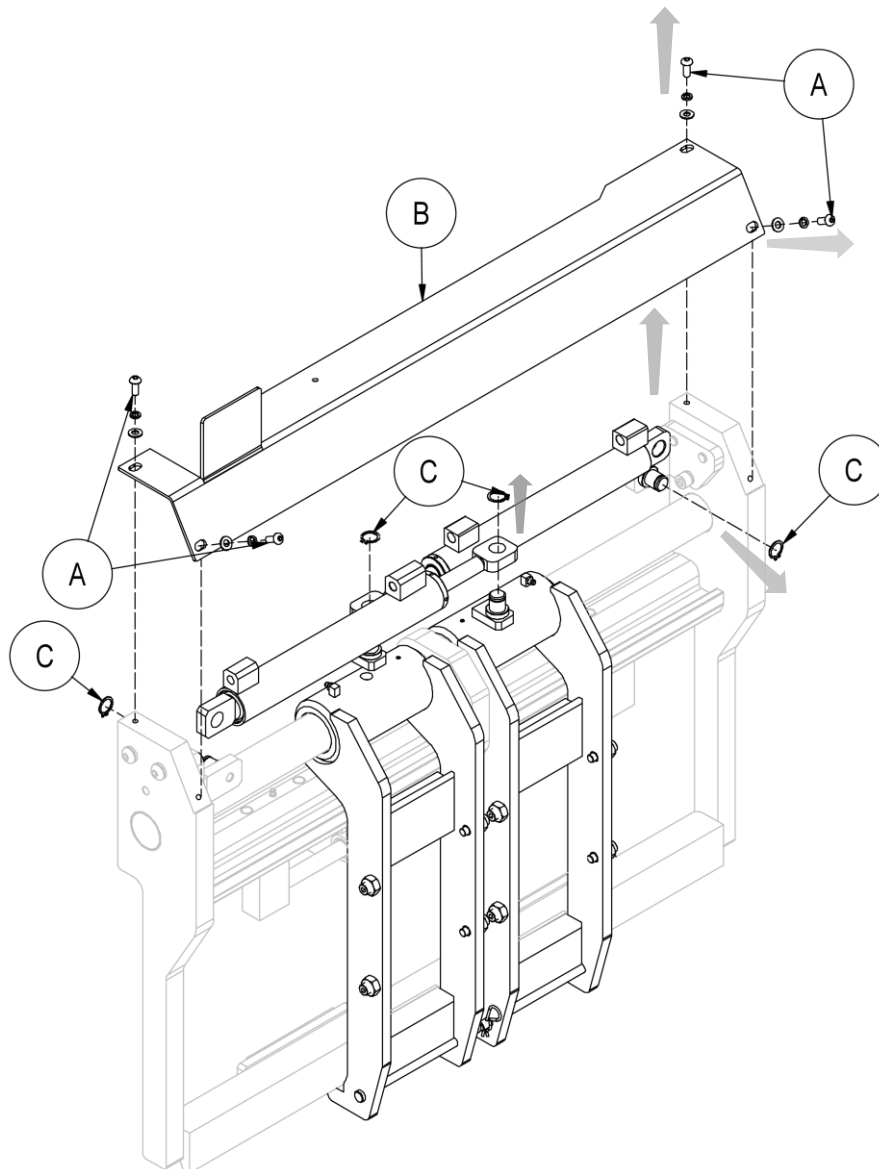

Figura 23
5. Prendere come riferimento la *Figura 23*.